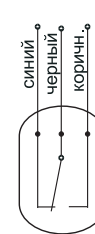

Рис. 1
5.3. Электрическая принципиальная схема поплавкового выключателя показана на рис. 1.